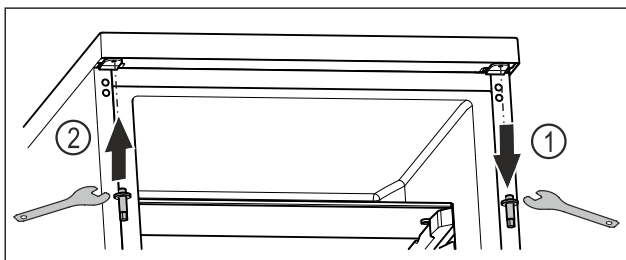

Fig. 18
- ▶ Vyskrutkujte čap vonkajším kľúčom na šesťhrannú maticu. Fig. 18 (1)
- ▶ Zaskrutkujte čap na opačnú stranu vonkajším kľúčom na šesťhrannú maticu. Fig. 18 (2)